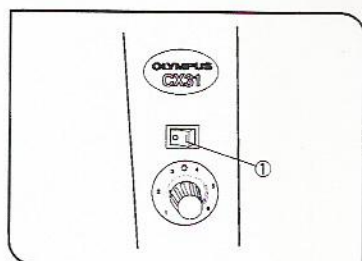

图 4
- ▲ 连接电源线前, 确信主开关①拨在“0”(OFF)位置。(图 4)